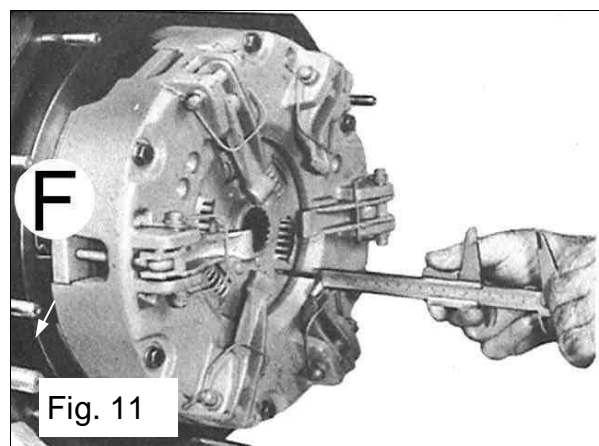

Fig. 11
- desserrer les contre-écrous et agir sur les écrous **F** (fig. 11) jusqu'à obtenir la cote prescrite;
La fig. 11 A montre dans le détail la position correcte de la pédale d'embrayage, après avoir effectué tous les réglages décrits précédemment et notamment les réglages supérieurs de la pédale. Cette côte est d'environ 15 cm mesurée à partir de la plate-forme avec protection en caoutchouc montée. (Côte repérée par P sur la fig. 11A)